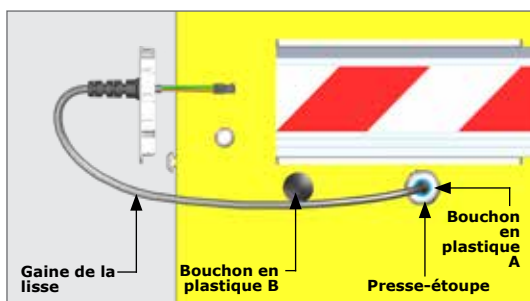

FIGURE 16
3. Pour une installation à droite, retirez le bouchon en plastique A du boîtier comme illustré à la figure 16 et insérez le presse-étoupe dans le trou. Pour une installation à gauche, retirez le bouchon en plastique B du boîtier et insérez le presse-étoupe dans le trou.